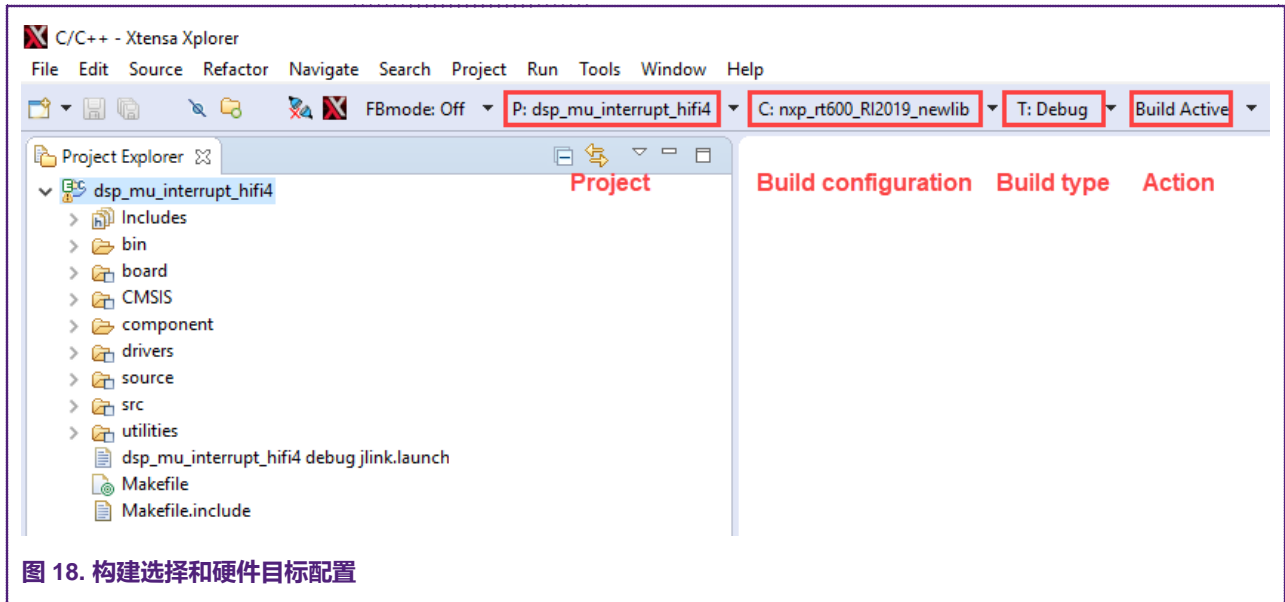

图 18. 构建选择和硬件目标配置
2. 在项目资源管理器中，你会看到 `dsp_hello_world_hifi4`。使用菜单栏上的下拉按钮，为项目和硬件目标配置进行构建选择，如图 18 所示。